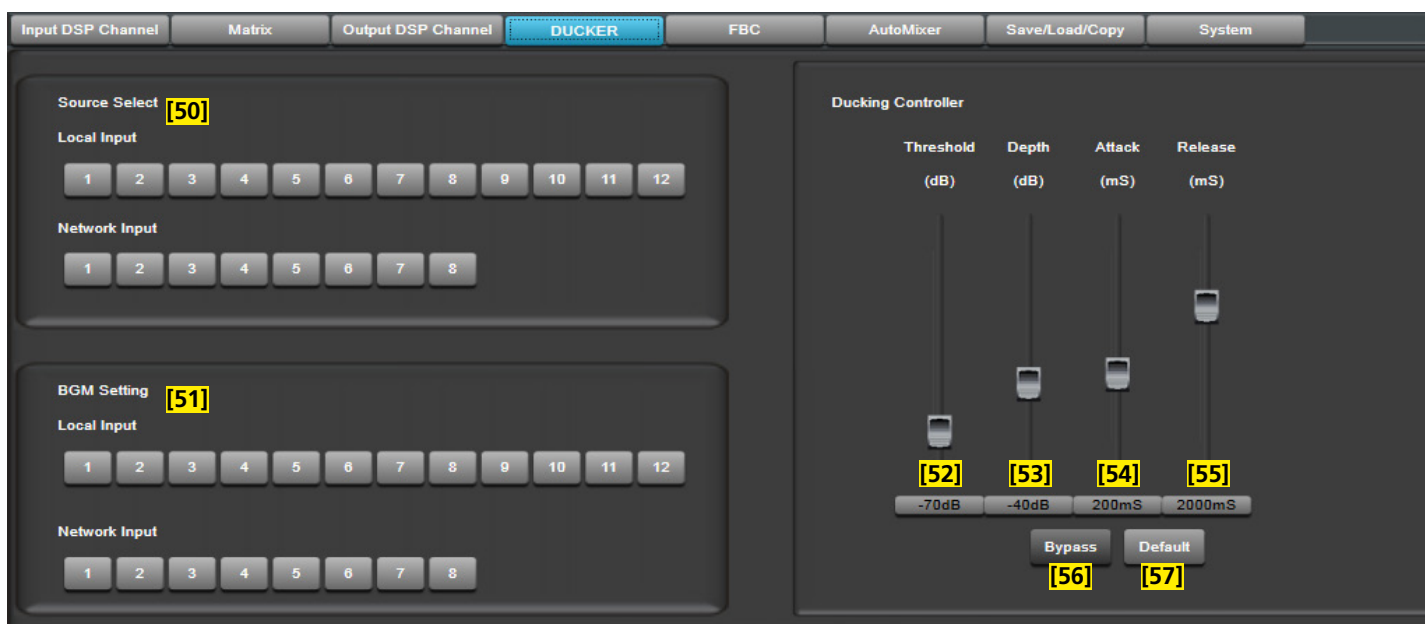

Abb. 23 Ansicht „Ducker“
7.9 Ansicht „Ducker“ (Abb. 23)